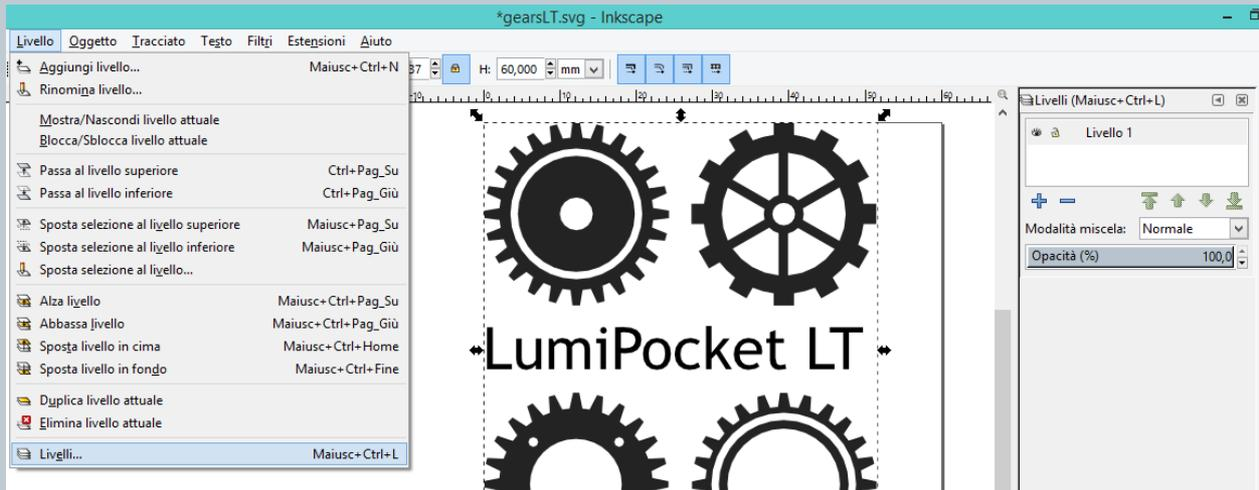

Fig. 49
- Accertarsi che esista un livello di lavoro selezionando dal menu a tendina “Livello” -> “Livelli”. Se non fosse presente, aggiungerlo selezionando “+”. Vedi Fig.49.